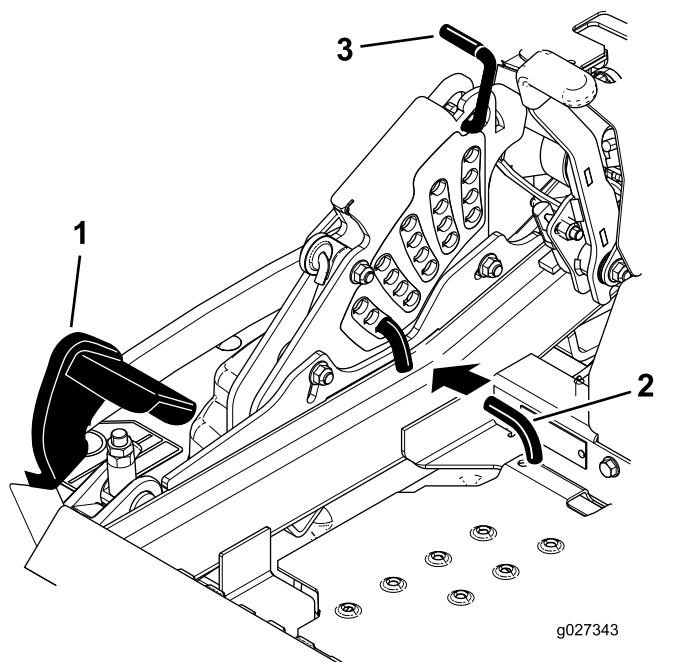

Figure 27
2. Appuyez sur la pédale de levage du tablier avec le pied et levez le tablier en position de transport (qui est aussi la position de hauteur de coupe de 140 mm [5,5 po]), comme montré à la **Figure 27**.
3. Pour changer de hauteur de coupe, tournez la goupille de 90 degrés retirez-la du support de hauteur de coupe (**Figure 27**).
4. Placez la goupille dans le trou du support correspondant à la hauteur de coupe voulue (**Figure 27**).